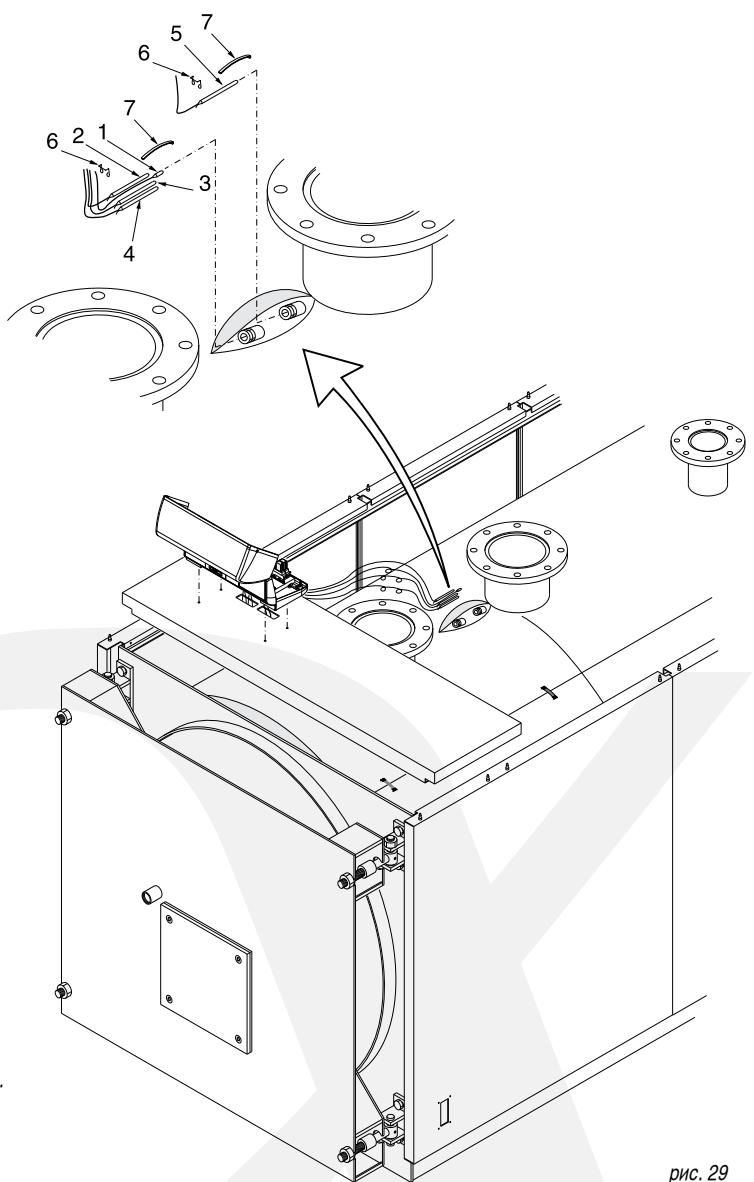

рис. 29
F) Вставьте датчики приборов в манжеты, как показано на рис. 29 и подключите пульт управления к электропитанию, к горелке, насосам, и т.д. Закройте крышку панели управления.
F) Вставьте датчики приборов в манжеты, как показано на рис. 29 и подключите пульт управления к электропитанию, к горелке, насосам, и т.д. Закройте крышку панели управления. Проведите кабель горелки через зажимную панель проводов (поз. 5) со стороны его выхода и зафиксируйте кабель при помощи прилагаемого хомута.
- E) Вставьте датчики приборов в манжеты, как показано на рис. 29 и подключите панель управления к электропитанию, к горелке, насосам, и т.д. Закройте крышку панели управления. Проведите кабель горелки через зажимную панель проводов (поз. 7) со стороны его выхода и зафиксируйте кабель при помощи прилагаемого хомута. Зафиксируйте маленькие панели (поз. 7) на боковых панелях обшивки.
Произведите установку датчиков в погружную гильзу, расположенную в верхней части котла (см. рис. 29) в следующей последовательности: